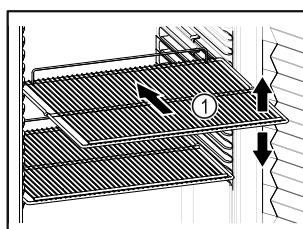

Fig. 53 Примерно изображение
- Ако стелажите за съхранение Fig. 53 (1) могат да се местят, регулирайте ги според височината.